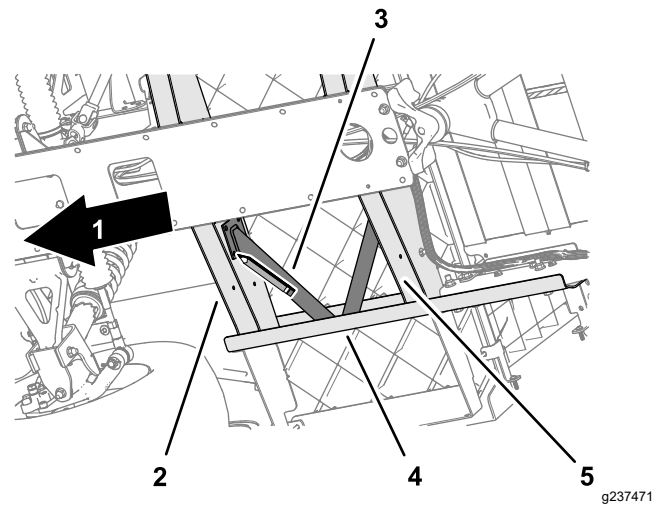
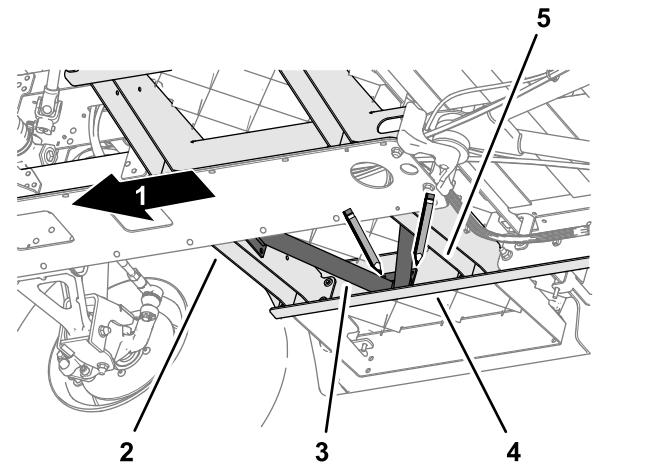

Figura 15
Figura 16
3. Utilizando o suporte do piso como modelo, marque os locais dos furos no canal lateral da estrutura e nos canais do piso (Figura 15, Figura 16 e Figura 17).
- Alinhe as flanges do suporte do piso com o canal lateral da estrutura, o canal dianteiro do piso, e o canal traseiro da estrutura da máquina (Figura 15).
- Alinhe o suporte do piso paralelo ao piso (Figura 15).